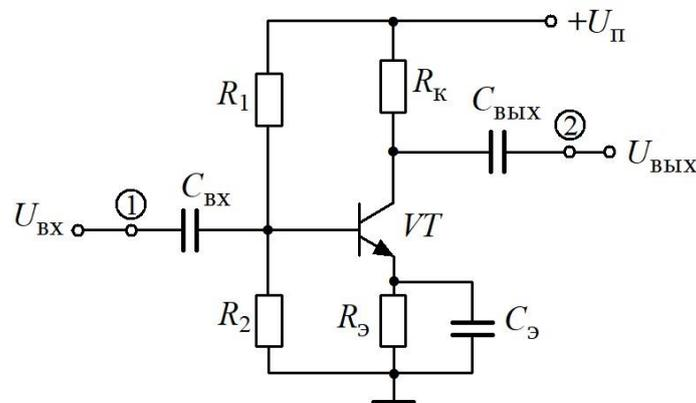

Рис. 8. Усилительный каскад
Электрическая схема усилительного каскада с ООС по частоте приведена на рис. 8. Точки (1) и (2) на схеме – места подключения щупов осциллографа каналов СН1 и СН2 соответственно. Канал СН1 – отображение входного напряжения, канал СН2 – выходного.